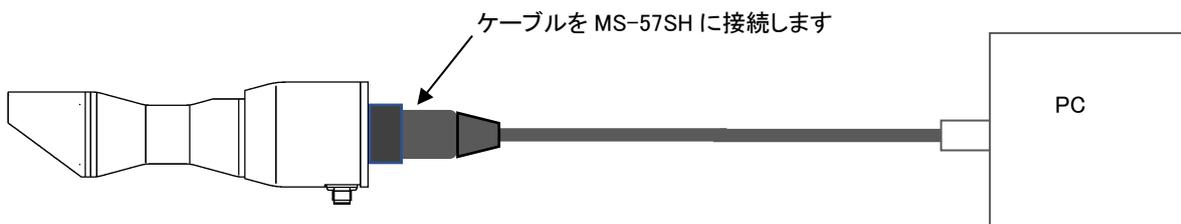

図 A3-2. 「EKO コンバータケーブル」の使用 (オプション)
- 4) オプション品の EKO コンバータケーブルを使用すると、ケーブルのコネクタを本体に差し込むだけで簡単に設置できます。MS-57SH の電源は USB 経由で供給できます(図 A3-2 を参照)。